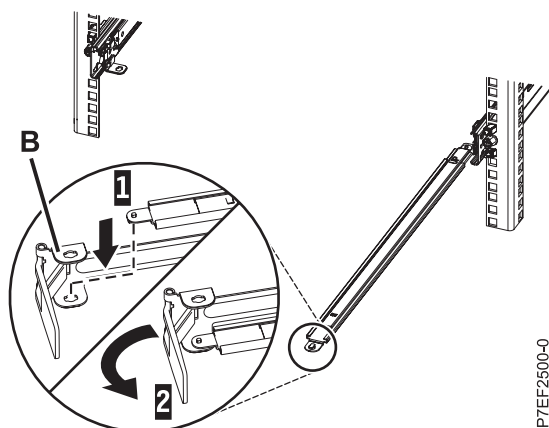

Figura 13. Fijación de la pieza de sujeción de tope del portacables en el brazo de soporte
2. Localice el orificio de la esquina inferior interna de la pieza de sujeción de tope de portacables en forma de L (**B**). Coloque el extremo que queda libre del brazo de soporte de modo que la lengüeta de bloqueo de la parte inferior de la punta quede alineada con el orificio de la abrazadera. Inserte la pestaña en el orificio (**1**) y haga girar la pieza de sujeción (**2**) para fijarla al brazo de soporte, tal como se muestra en la Figura 13.